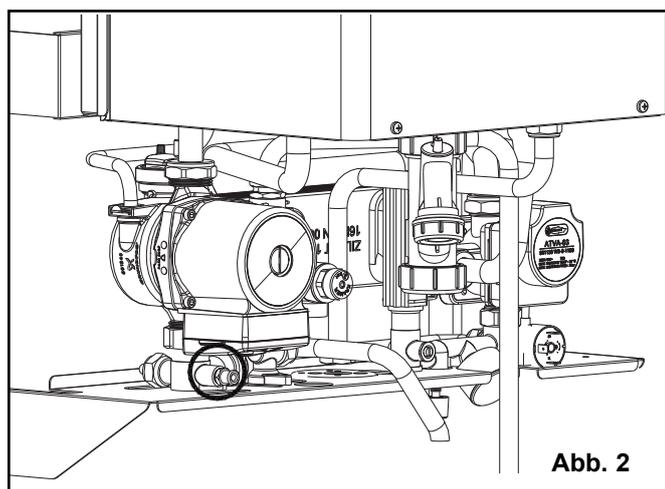

Abb. 2
- Das Gas-Gerät wird entleert (Abb. 2).